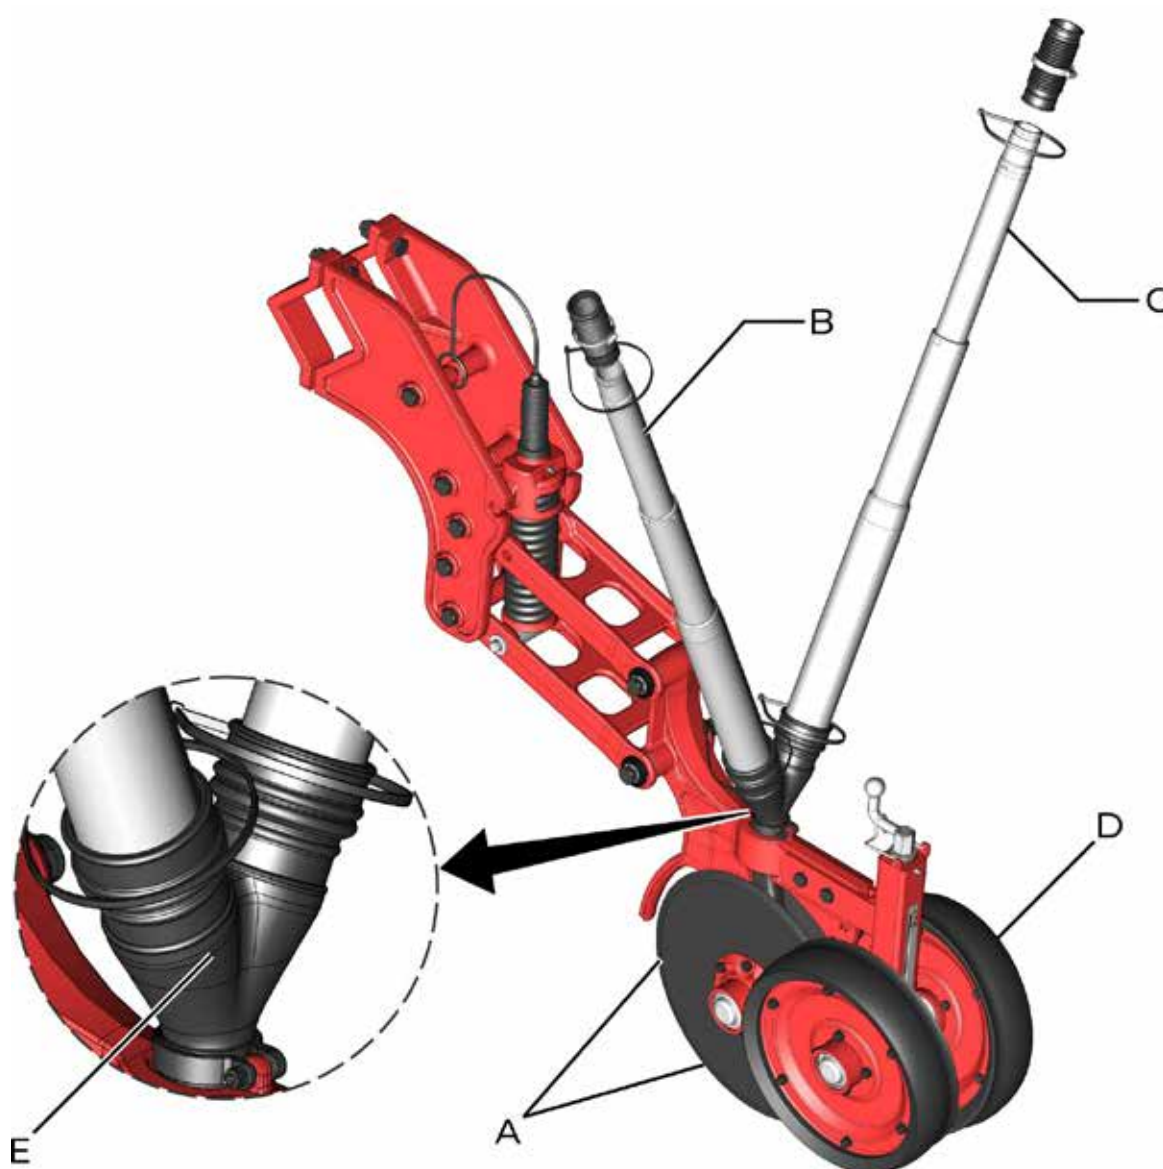

fig. 26
No sistema de plantio direto para trigo, são utilizados como sulcadores do solo discos duplos defasados (A) (fig. 26), por diâmetros de 14 e 15 polegadas. Os conjuntos são compostos também por linhas defasadas. O mecanismo de deposição é formado por condutores telescópicos (B) para o adubo e condutores telescópicos (C) para a semente, ambos depositados em um único condutor interno (E), do disco duplo, para conduzir o fertilizante e as sementes.